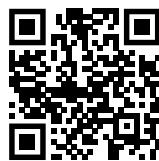

Fig. 122
- Ανοίξτε το Liebherr SmartMonitoring Dashboard. (βλέπε Fig. 122)